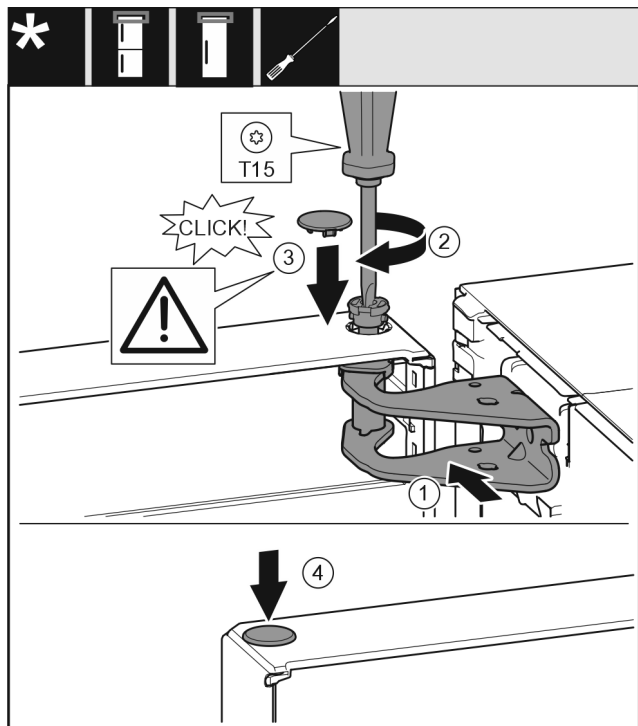

Fig. 26
- ▶ Dvere hore vyrovnajte s otvorom v ložiskovej konzole Fig. 26 (1)
- ▶ Vložte čap Fig. 26 (2) a pevne ho priskrutkujte skrutkovačom.
- ▶ Namontujte poistný kryt Fig. 26 (3) pre poistku dverí: Nasadte poistný kryt a skontrolujte, či prilieha ku dverám. Inak čap vložte úplne.
- ▶ Vložte zátku Fig. 26 (4).